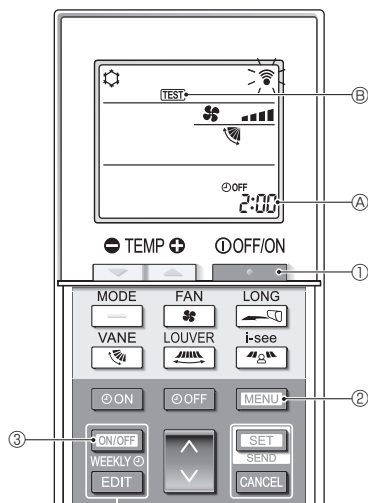

Fig. 7-5
7.2.2. Med trådløs fjernbetjening (Fig. 7-5)
- Tryk på [ON/OFF WEEKLY] -knappen ① for at stoppe klimaanlægget.
- Hvis ugetimeren er aktiveret (WEEKLY er slået til), skal du trykke på [ON/OFF WEEKLY] -knappen ③ for at deaktivere den (WEEKLY er slået fra).
- Tryk på [MENU] -knappen ② i 5 sekunder.
- Tryk på [MENU] -knappen ②.